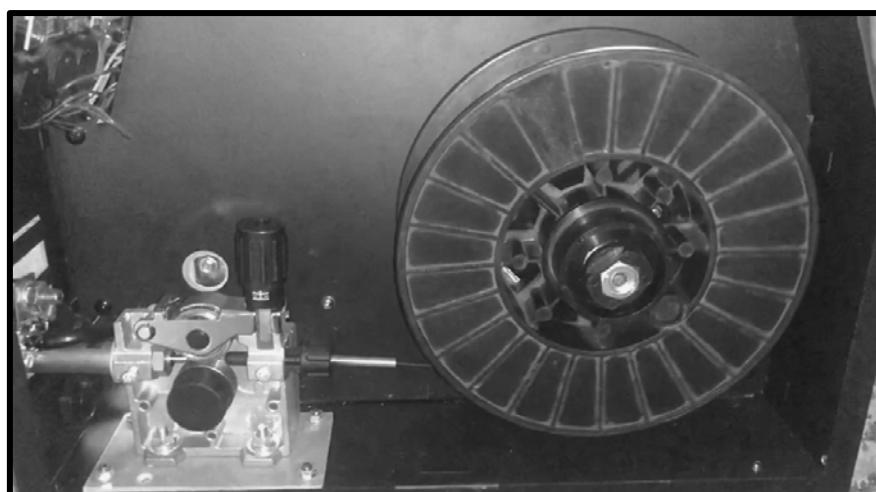

Рис.8
- Пассатижами или бокорезами откусите изогнутый кончик проволоки. Вставьте конец проволоки в приёмный канал механизма протяжки, протащите проволоку через ролик и вставьте в приёмный механизм горелки примерно на 15-20см (Рис.5 и Рис.8).